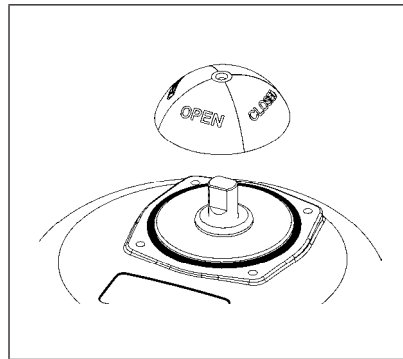

Bild 10: Stellungsanzeiger Demontage
- Stellungsanzeiger entfernen (siehe „Bild 10“).